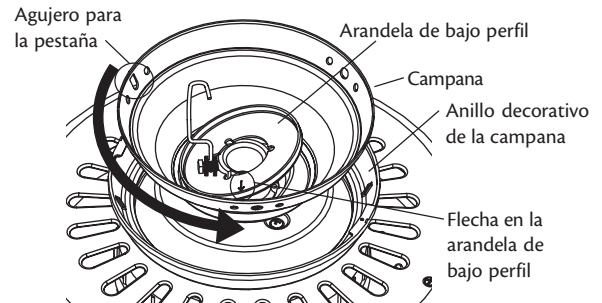

Figura 15 - Forma de armar la campana para un montaje de bajo perfil
6. Coloque el anillo decorativo de la campana y entonces la campana sobre el adaptador, como se muestra en la Figura 15.
7. Coloque la arandela de bajo perfil (con el labio hacia arriba) dentro de la campana, como se muestra en la Figura 15, con la muesca en la arandela de bajo perfil sobre el tornillo prisionero y el gancho del adaptador.
8. Gire la campana hasta que la flecha en la arandela de bajo perfil quede alineada con el agujero de pestaña en la campana, como se muestra en la Figura 15.